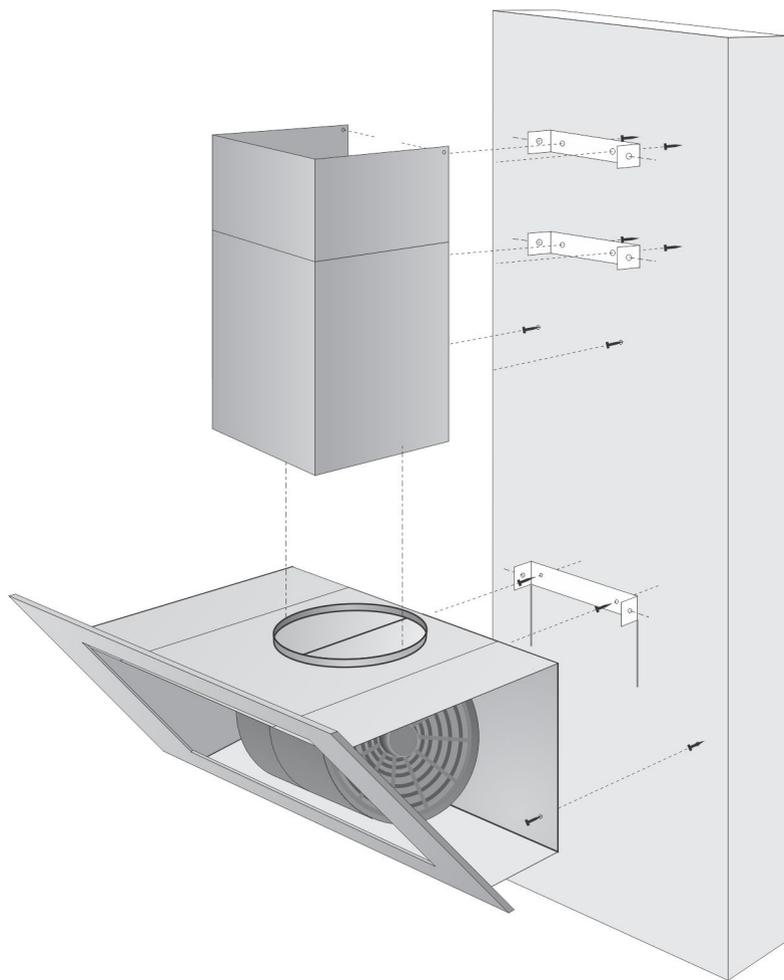

Рис. 8 Схема монтажа вытяжки
При навешивании наклонной вытяжки, перед установкой необходимо дополнительно 4 отверстия диаметром 8 мм, чтобы закрепить кронштейн болтами и дюбелями, идущими в комплекте. (Рис. 8)
2. Просверлите отверстия по отметкам (8*40 мм). Вставьте дюбеля. Повесьте изделия и зафиксируйте саморезами (4*30 мм). (Рис.8)